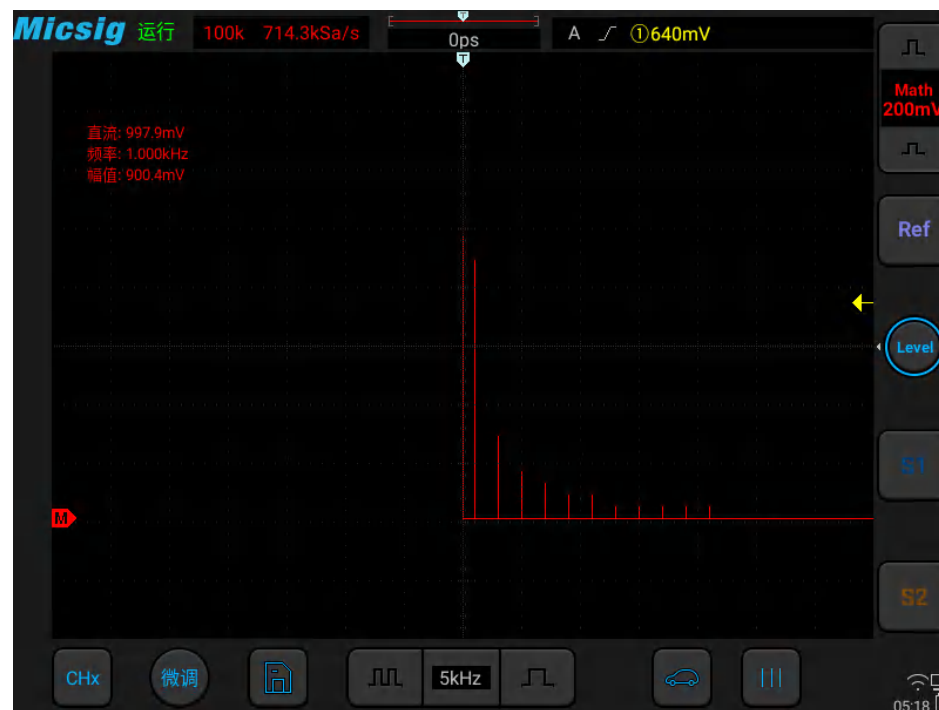

图10-4 频谱幅度为 V-Hz 示图
- Normal：普通 — 可设置余辉时间 — 选择可变余辉后，轻点“调节”右边的方框，弹出余辉时间选择框（如图 10-4），可指定余辉时间。可在 100ms 到 10s 之间设置。